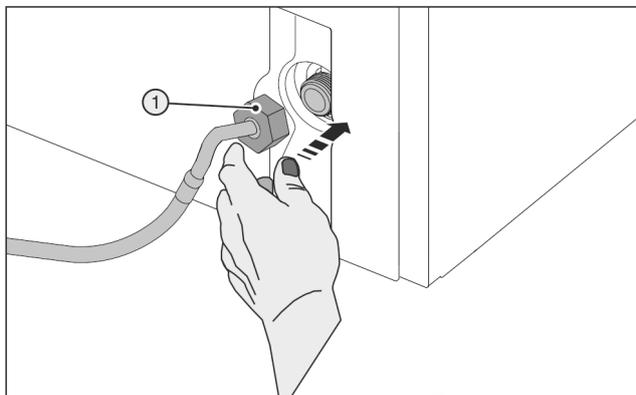

Fig. 28
- ▶ Осторожно одеть гайку Fig. 28 (1) и навинтить прямо на резьбу.
- ▶ Осторожно одеть гайку Fig. 28 (1) и накрутить на резьбу двумя пальцами до обеспечения надежной крепкой посадки.
- ▶ Вспомогательный инструмент (5) использовать только при комнатной температуре.
- ▶ Затяните гайку Fig. 28 (1) с помощью вспомогательного инструмента (5) по часовой стрелке, пока не будет достигнут максимальный момент затяжки и вспомогательный инструмент (5) начнет прокручиваться.